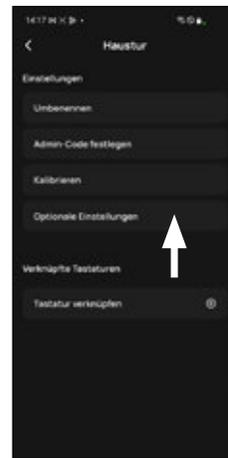

Abb. 4
- ④ Tippen Sie auf „Optionale Einstellungen“ um in das Einstellungsmenü zu gelangen (Abb.4).